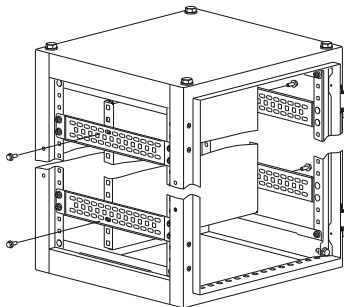

Рисунок 18
13.3 Установите Панель монтажную между Рейками боковыми и закрепите болтами М6х16 (рисунок 18). Момент затяжки 5 Н·м.